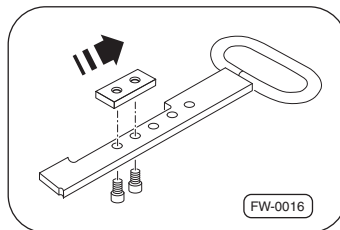

Рис. 22 · Регулировочный элемент на ручке отпирания
1. На разъединенном седельном прицепе выверните два винта на регулировочном элементе ⇒рис. 22 ручки отпирания.